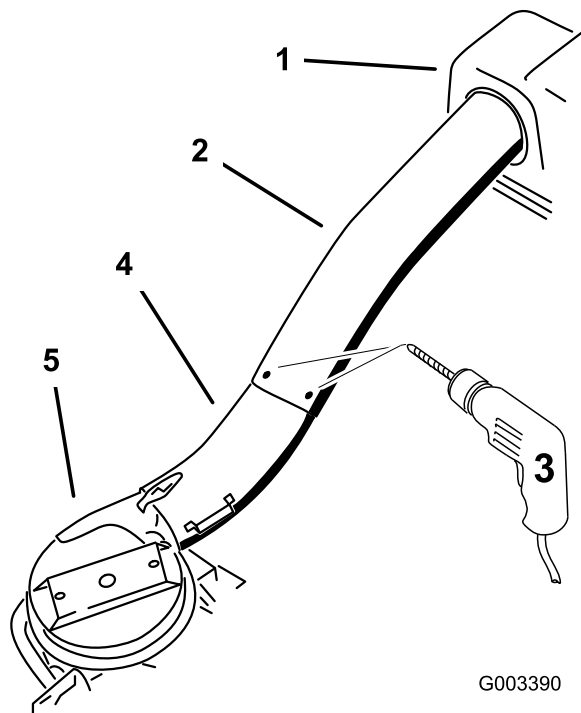

Figura 44
9. Usando los 3 orificios o muescas del tubo superior como plantilla, perfore 3 orificios (5.6 mm [7/32"] de diámetro) en el punto de unión de los tubos superior e inferior (Figura 44).